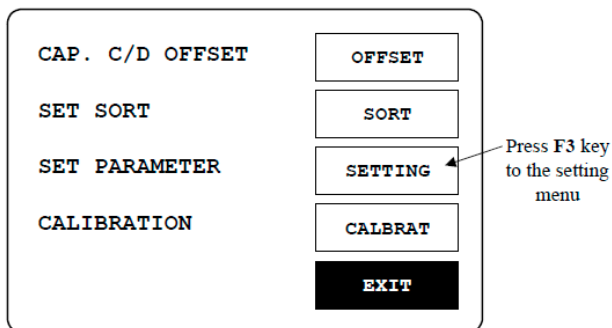

Figure 8-2
- F3 キーで“SET PARAMETER”機能を選択します。(図 8-2)